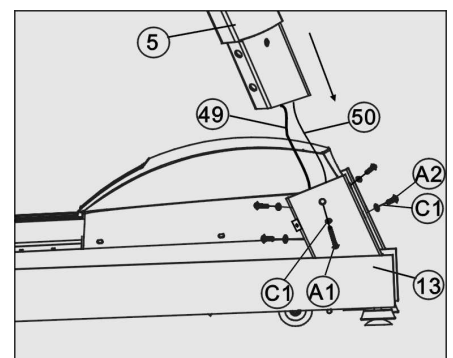

Figure 2
Tirez le fil de signal (49) et celui du haut-parleur (50) depuis la partie inférieure vers la partie supérieure du montant droit à l'aide du tire-fil (30). (Voir Figure 2)